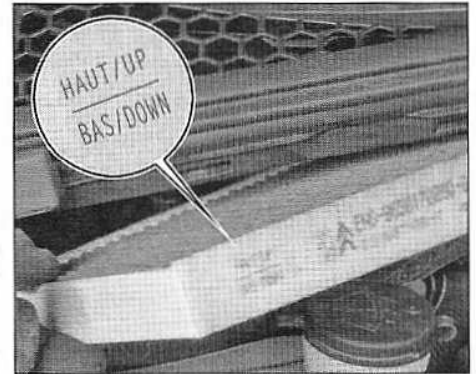

FIG.5
- Respecter le sens de montage notifié sur les filtres (Fig.5).